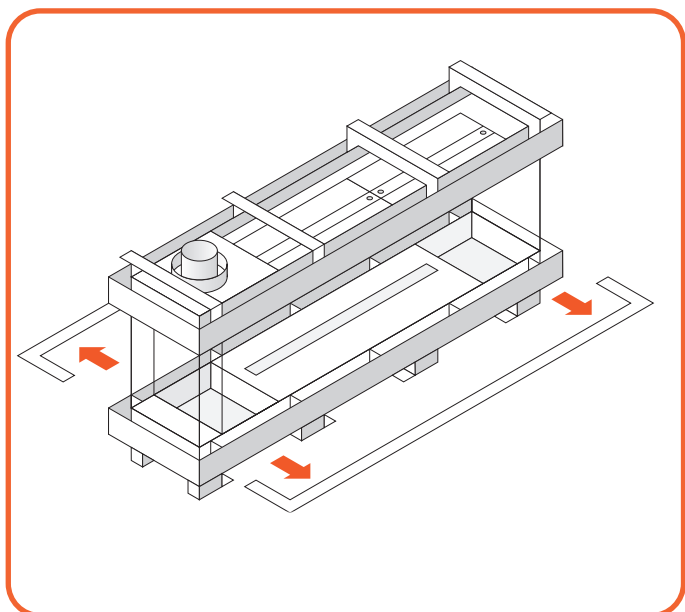

Abb. 9.16 Abnehmen die untere Verkleidung
- Entfernen Sie beide Seitenverkleidungen. Sie werden durch magnetische Clips gehalten (Abbildung 9.16).